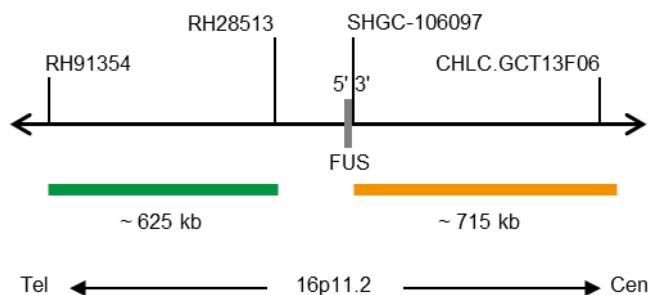

Fig. 1: SPEC FUS Mappa della sonda (non in scala)
- Polinucleotidi (~10 ng/μl) marcati con ZyGreen (eccitazione 503 nm/emissione 528 nm), le cui sequenze target mappano in 16p11.2\* (chr16:30,383,304-31,007,836) distali al punto di rottura di FUS (vedere Fig. 1).
- Polinucleotidi (~4.5 ng/μl) marcati con ZyOrange (eccitazione 547 nm/emissione 572 nm), le cui sequenze target mappano in 16p11.2\* (chr16:31,213,259-31,927,155) prossimali al punto di rottura di FUS (vedere Fig. 1).